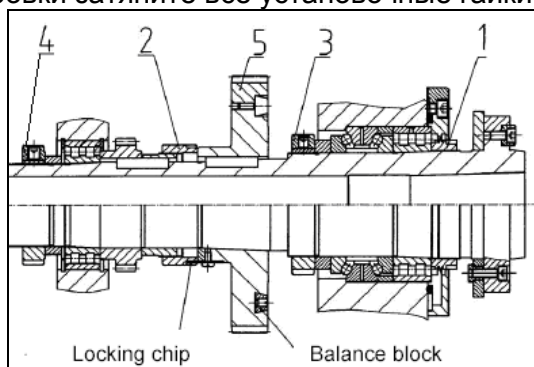

Рис. 18
Ослабьте установочную гайку (1, Рис.18), снимите стопорную шайбу ослабьте установочную гайку (2).